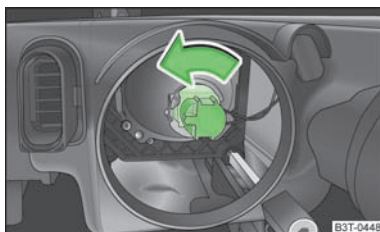

Fig. 190 Démontage de l'ampoule du feu de croisement
- Faire tourner la fiche avec l'ampoule en sens antihoraire jusqu'en butée et la faire sortir » fig. 190.